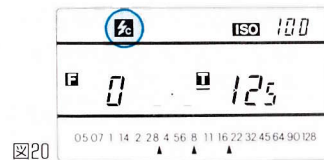

図20
1. モード切換えスイッチをコード接続モード にセットしてください。(図20)